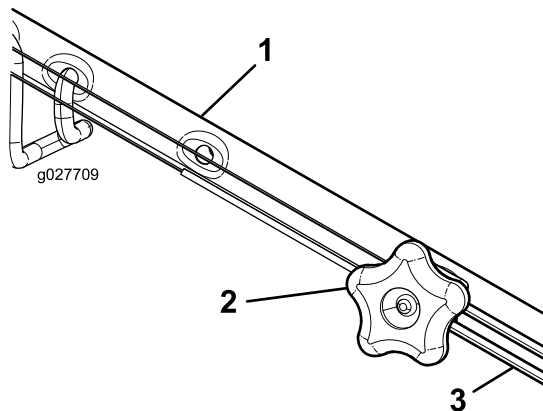

Figure 28
- Tournez le bouton de réglage dans le sens antihoraire pour desserrer le réglage du câble (Figure 28).
- Ajustez la tension du câble (Figure 28) en le tirant en arrière ou en le poussant en avant puis en le maintenant à cette position.